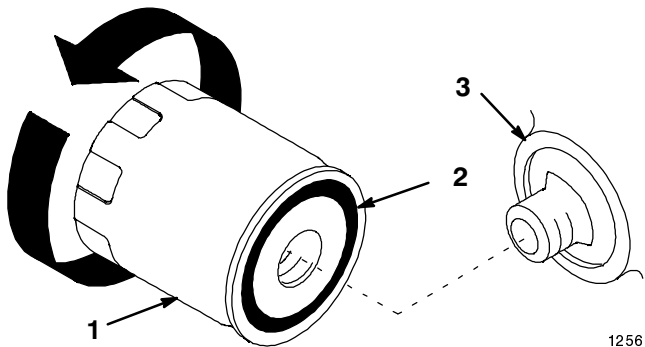

Abbildung 34
6. Change oil filter (Fig. 34).
2. Den alten Filter herausnehmen und die Dichtungsfläche des Filteradapters abwischen (Abb. 34).
3. Eine dünne Schicht neues Öl auf die Gummidichtung am Austauschfilter geben (Abb. 34).
4. Den Austausch-Ölfilter am Filteradapter anbringen. Den Ölfilter im Uhrzeigersinn drehen, bis die Gummidichtung den Filteradapter berührt. Dann den Filter um eine weitere 1/2 Umdrehung anziehen (Abb. 34).